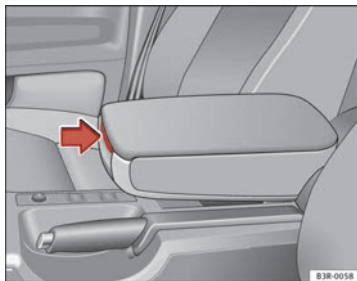

Abb. 115 Armlehne zwischen Fahrer- und Beifahrersitz
- Drücken Sie den Entriegelungshebel ⇒ Abb. 115.